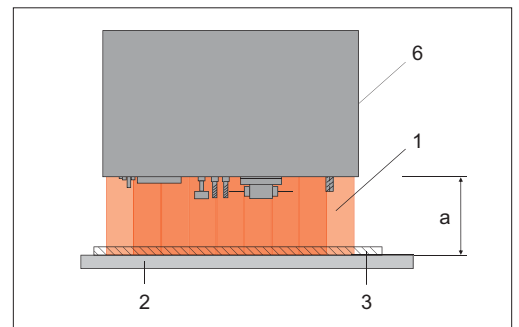

Bild 3: Maximale Höhe (a) der Lamellen: 400 mm (entspricht dem maximalen Abstand zwischen fester Schutzeinrichtung und Werkstückauflagefläche)
- sie fallen bis zur Werkstückauflagefläche zurück (max. Höhe 400 mm) (Bild 3)